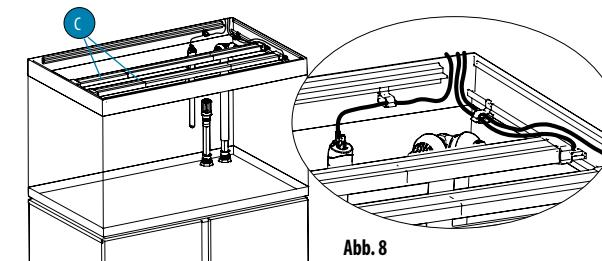

Abb. 8
- Setzen Sie die LED-Balken (C) vorsichtig auf die Schienen auf dem oberen Rahmen an die finale Position.
- Führen Sie die Kabel der LED-Balken aus dem Becken heraus (Abb. 8).